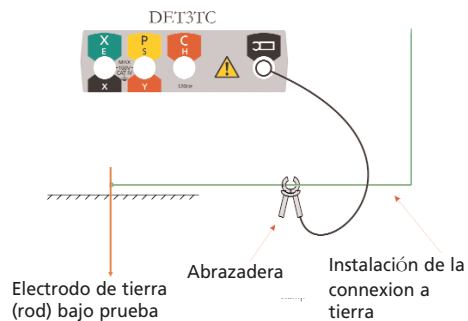

Figura 8: Conexiones para medir la corriente utilizando la abrazadera
1. Con el interruptor de selección en la posición 'OFF', conecte el instrumental, como se muestra en la Figura 8 y cierre la abrazadera ICLAMP alrededor del conductor de conexión a tierra bajo prueba.